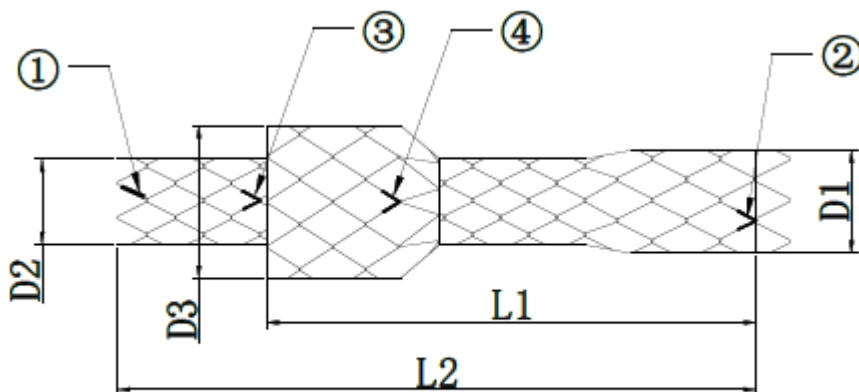

Figura 3: endoprótesis de rama aórtica Longuette™
El Sistema de Endoprótesis de Rama Aórtico Longuette™ consta de una endoprótesis de rama aórtica (como se muestra en la Figura 3) y un sistema de colocación de la endoprótesis de rama aórtica (como se muestra en la Figura 4). La endoprótesis de la rama aórtica está precargada en el sistema de colocación. Se inserta un alambre guía de 0.035" (0,89 mm) en forma endoluminal por la arteria rama y se rastrea en la vascularización del paciente para colocar la endoprótesis de la rama aórtica en el sitio de la lesión.
El stent tiene una estructura de dos capas, interna y externa. El stent interno tiene una gran fuerza radial y su función es asegurar el canal de flujo sanguíneo. Hay cuatro marcadores en el stent interno: un marcador en forma de "I" está ubicado en el extremo proximal de la endoprótesis (①); un marcador en forma de "V" está ubicado en el extremo distal de la endoprótesis. (②) y dos marcadores en forma de "V" se ubican respectivamente en el medio de la endoprótesis (③ y ④). Los detalles se muestran en la Figura 3. La falda exterior tiene una pequeña fuerza radial y su función es evitar la endofuga. Una vez desplegado, la endoprótesis se autoexpande debido a las propiedades elásticas de la estructura de alambre de nitinol.